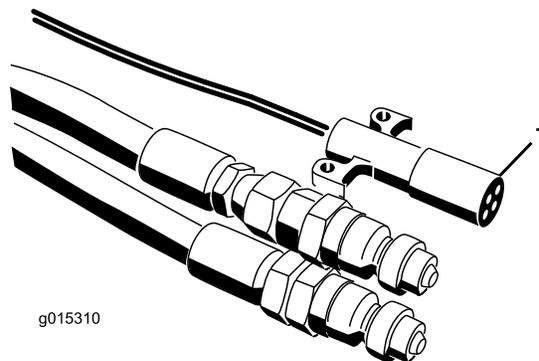
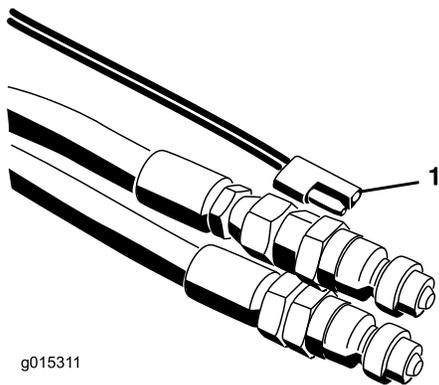

Рисунок 18
Рисунок 19
7. Подключите жгут проводов питания к буксирной машине (Рисунок 18 & Рисунок 19). На моделях SH поместите подвесной двухпозиционный выключатель в пределах досягаемости с сиденья водителя. Убедитесь, что выключатель находится в положении «Выкл.».